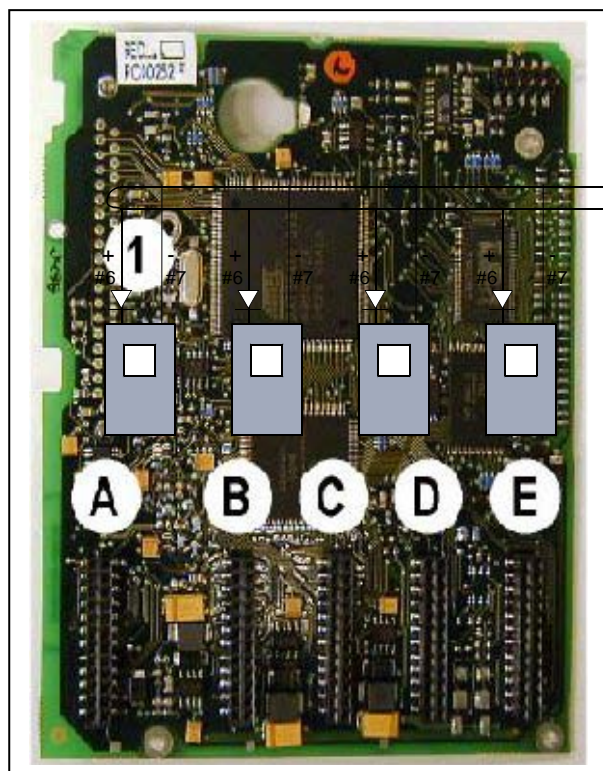
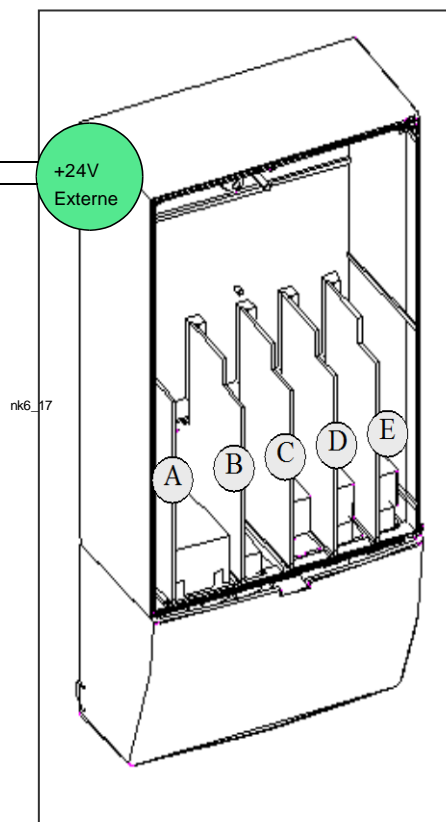

Figure 6-7. Carte de commande
Figure 6-8. Emplacements pour cartes de base et optionnelles sur la carte de commande
Le module de commande de l'onduleur comprend la carte de commande et les cartes optionnelles (voir Figure 6-7 et Figure 6-8) insérées dans les cinq emplacements pour cartes (A à E) de la carte de commande. Cette dernière est raccordée au module de puissance par un connecteur D (1).